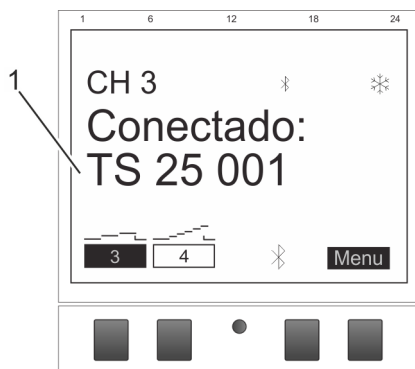

Fig. 10: El módulo de canales adicionales está conectado al interruptor horario de carril DIN
6. Cuando la conexión está activa, el módulo de canales adicionales muestra el nombre del aparato conectado (Fig. 10/1).